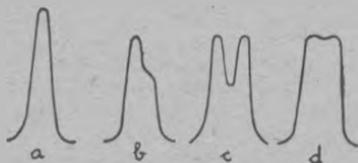

Fig. 15. — Courbes de résonance des transfos MF.
7. Vérifier l'alignement. Pour cela, dérégler légèrement l'hétérodyne et la régler doucement et régulièrement, en dépassant la résonance d'une égale quantité. Il est facile de voir sur l'indicateur si l'on obtient bien la courbe de résonance *a*, figure 15, et non *b* ou *c*. Sinon, il faut rechercher
9. Si les transfos sont à sélectivité variable, il faut soigner l'accord exact de chaque circuit et vérifier minutieusement si l'on obtient bien la courbe à entablement *d* figure 15 quand on augmente le couplage (la lecture de l'indicateur doit rester à peu près constante sur une plage plus ou moins étendue de fréquence, sans pointes latérales).